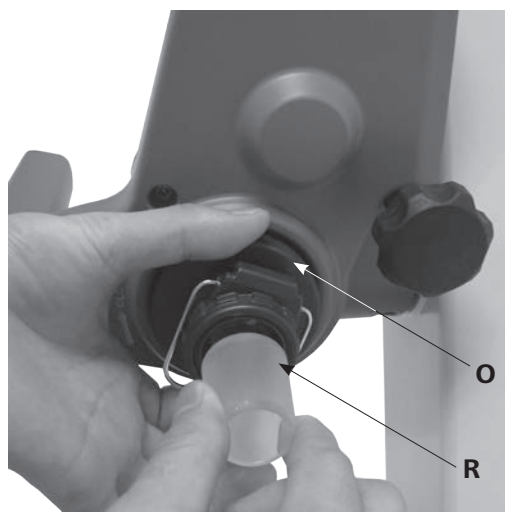

Fig. 14b
- 次にロック装置 (O) を時計回りに60°回して固定します。(Fig. 14b)